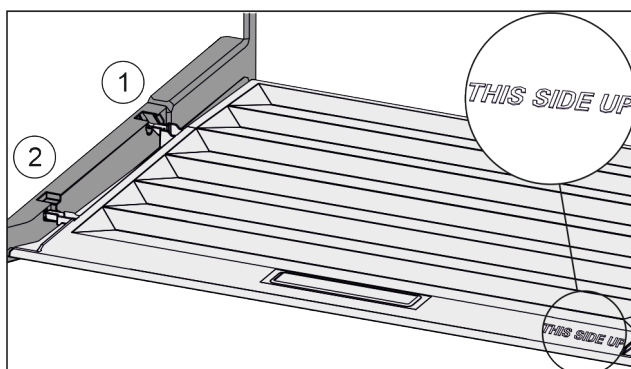

Fig. 67
- ▶ Sätt in lockbygeln över öppningen för den bakre hållaren *Fig. 67 (1)* och fäst den framtill i hållaren *Fig. 67 (2)*.